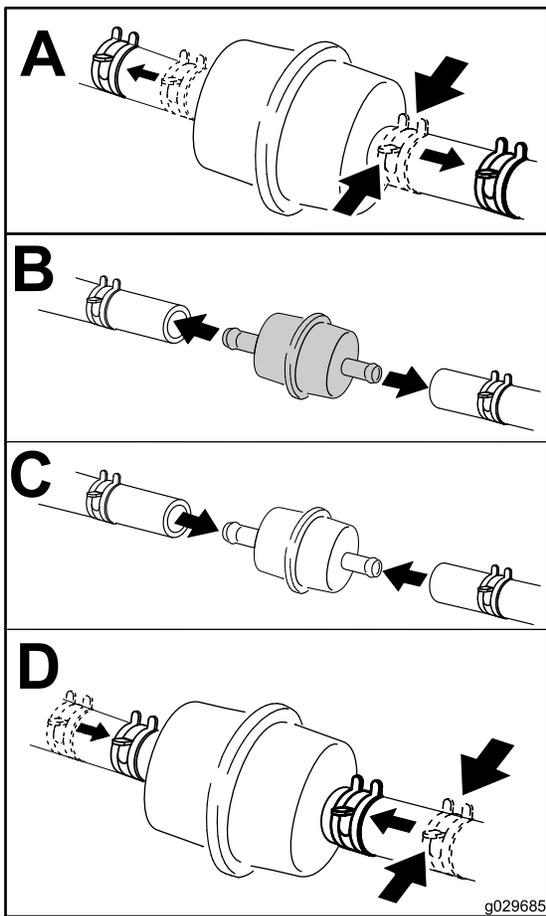

図 42
6. 燃料フィルタの下に汚れのない容器を置き、**図 42**に示すように燃料フィルタを交換する。